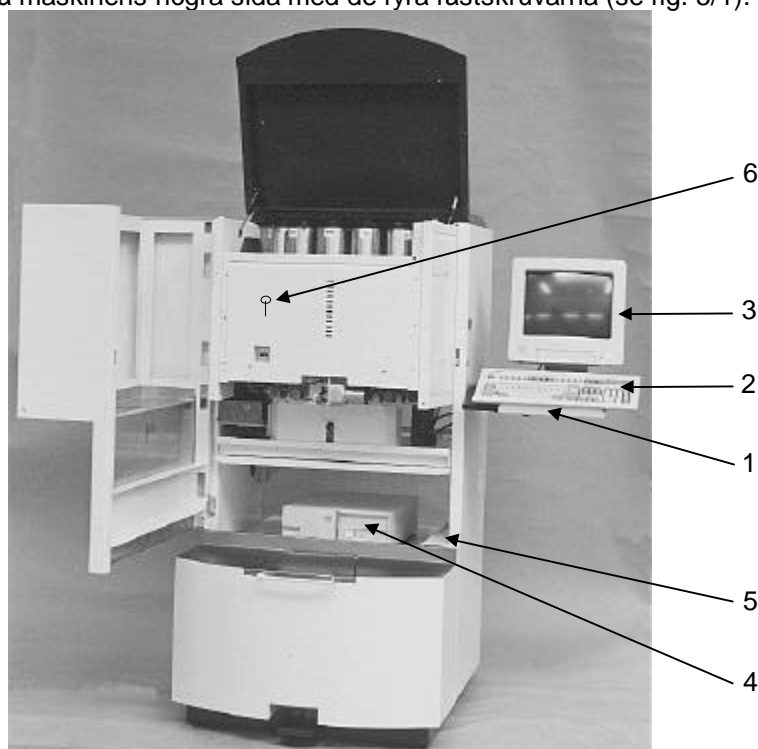

fig. 5
- Skruva fast hyllan på maskinens högra sida med de fyra fästskruvarna (se fig. 5/1).
4.3.2 Installera datorsystemet (se fig. 5)
- Placera tangentbordet (2), monitorn (3) och datorn (4) på det sätt som visas i fig. 5.
- Anslut datorns och monitorns nätsladdar till de i maskinen befintliga 230V vägguttagen (fig. 5/5) och tryck in datorns resp. monitorns nätströmbrytare.
- Kläm fast trekantsnyckeln i nyckelhållaren som finns på maskinens insida (fig. 5/6).